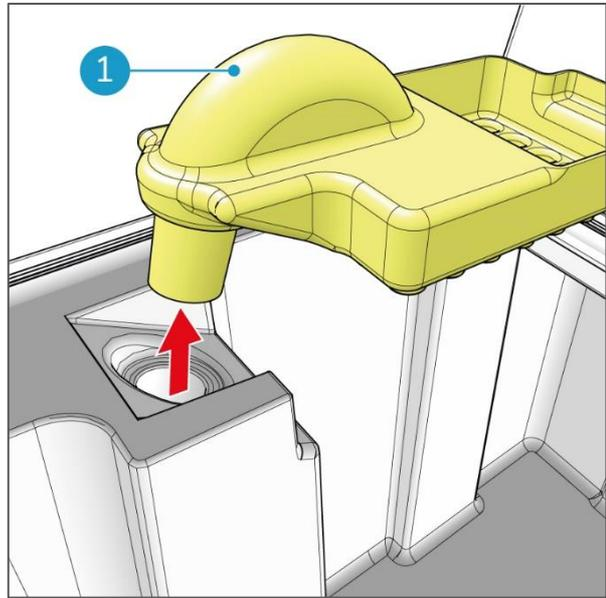

Abbildung 66
8. Bauen Sie den Schmutzwassereinlass aus (Abbildung 66, Pos. 1).